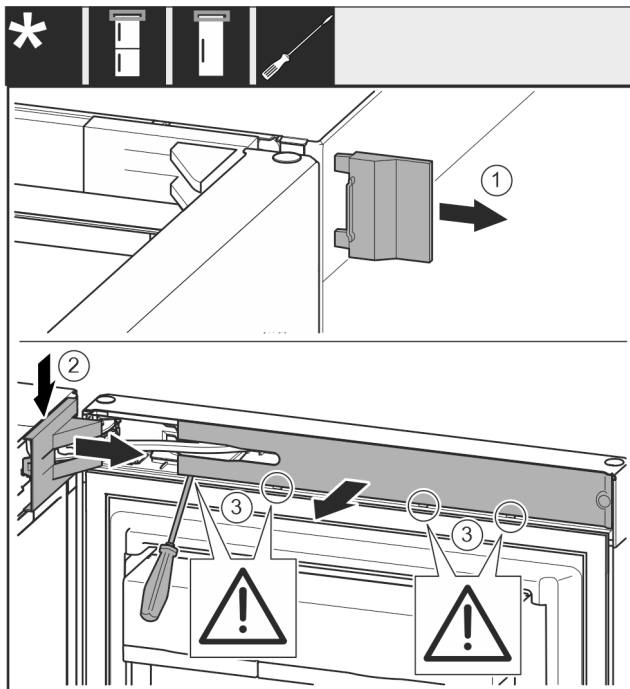

Fig. 12
- ▶ Снимите крышку Fig. 12 (1).
- ▶ При помощи отвертки отцепите крышку опорного кронштейна Fig. 12 (2) и отсоедините ее.
- ▶ Снимите крышку опорного кронштейна Fig. 12 (2).
- ▶ При помощи шлицевой отвертки отцепите накладку Fig. 12 (3) и отведите ее в сторону.